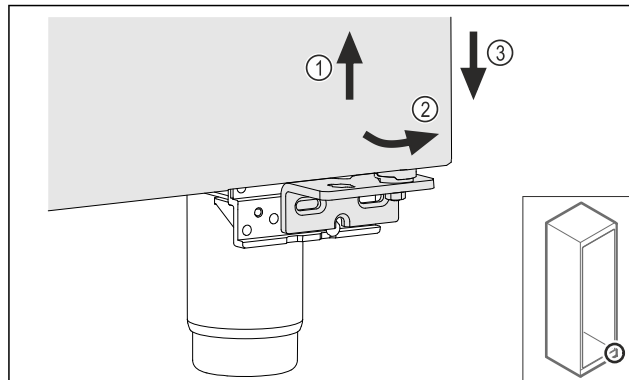

Fig. 20
- ▶ Unieść lekko drzwi Fig. 20 (1), dół przechylić do przodu Fig. 20 (2) i opuścić Fig. 20 (3).